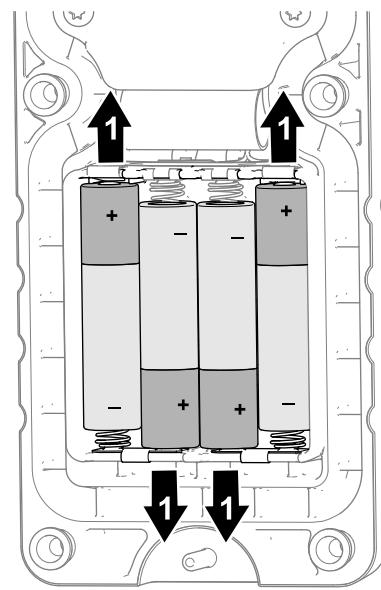

Bild 8
- Legen Sie die neuen Batterien unter Beachtung der unter Bild 8 gezeigten Polarität in das Batteriefach ein.
Hinweis: Beachten Sie beim Einlegen der Batterien auf die auf dem Batteriefach eingeprägte Polaritätsmarkierung (Bild 8), um eine Beschädigung der Kontakte im Batteriefach zu vermeiden. Wenn Sie die Batterien unsachgemäß einlegen, beschädigen Sie zwar nicht das Gerät, aber die Handfernbedienung funktioniert nicht.